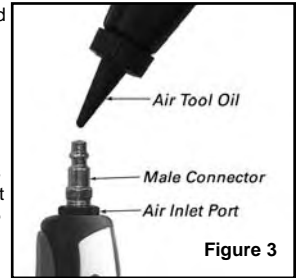
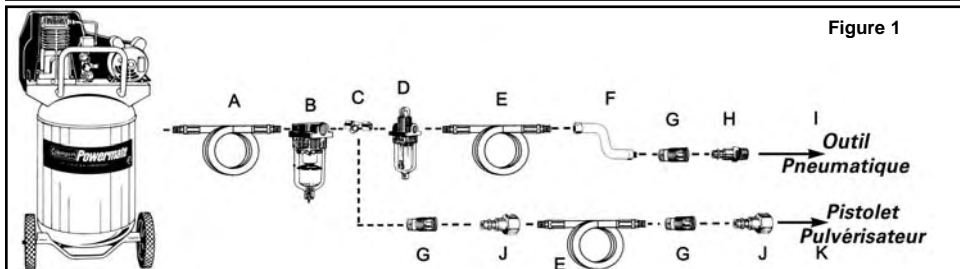

Figure 3
Figure 1
To maintain the maximum performance of the air tool, it must be lubricated each time it is used. Dust, dirt, rust and oil residue will build up inside the tool and reduce the performance. An in-line oiler is recommended for proper automatic tool lubrication (see Figure 1). If an in-line oiler is not available, the tool can be lubricated manually through the inlet port (see Figure 3).
- Branchez l'outil au raccord rapide du tuyau flexible d'air. **REMARQUE : Il est recommandé d'utiliser un flexible de raccordement à pivot (P012-0079SP - non inclus) afin d'empêcher le tuyau flexible de s'entortiller ou de se plier et de prévenir son usage excessif (voir l'élément F de la Figure 1 pour les connexions recommandées).**
Pour conserver le rendement optimal du moteur pneumatique, il faut le lubrifier à chaque utilisation. Des résidus de poussière, de saleté et d'huile se logeront à l'intérieur de l'outil et en réduiront le rendement. Un huilier sur canalisation est recommandé pour lubrifier automatiquement l'outil de façon adéquate (voir Figure 1). Si ce dispositif n'est pas disponible, il est possible de lubrifier l'outil manuellement par l'orifice d'admission (voir Figure 4).